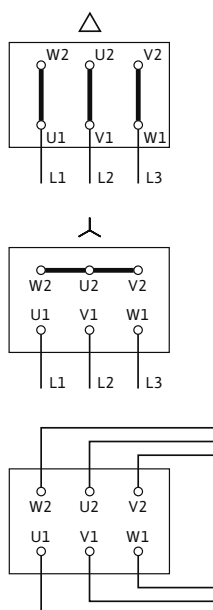

Fig. 17: Подключение к сети
Схема электроподключения находится в крышке клеммной коробки (см. также Fig. 17).
- Подключение к сети зависит от мощности двигателя P₂, от сетевого напряжения и от типа пуска. Необходимое переключение соединительных перемычек в клеммной коробке можно определить по следующей таблице «Табл. 4. Распределение клемм» на стр. 106 и Fig. 17.